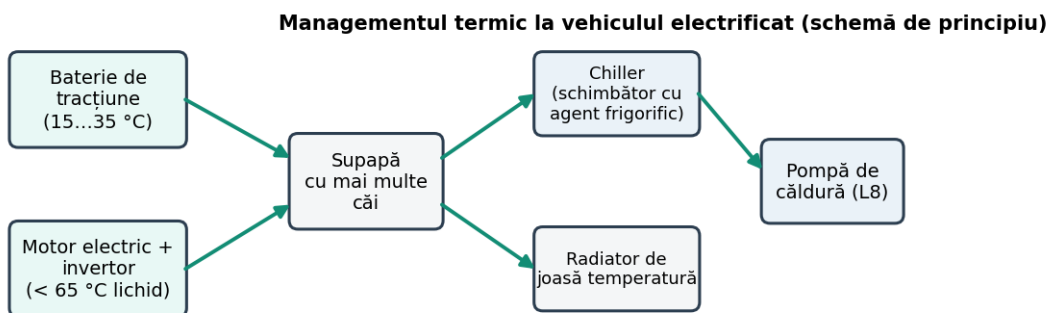

Fig. 5.3. Managementul termic al unui vehicul electricat (schemă de principiu)
3. Pe standul rece se conectează testerul OBD; se pornește motorul la ralanti și se notează din minut în minut temperatura lichidului (OBD) și temperatura furtunului de ieșire din radiator (IR) (Tabelul 5.2).
7. Se analizează schema de management termic a unui vehicul electrificat (Fig. 5.3) și se identifică componentele pe documentația disponibilă.